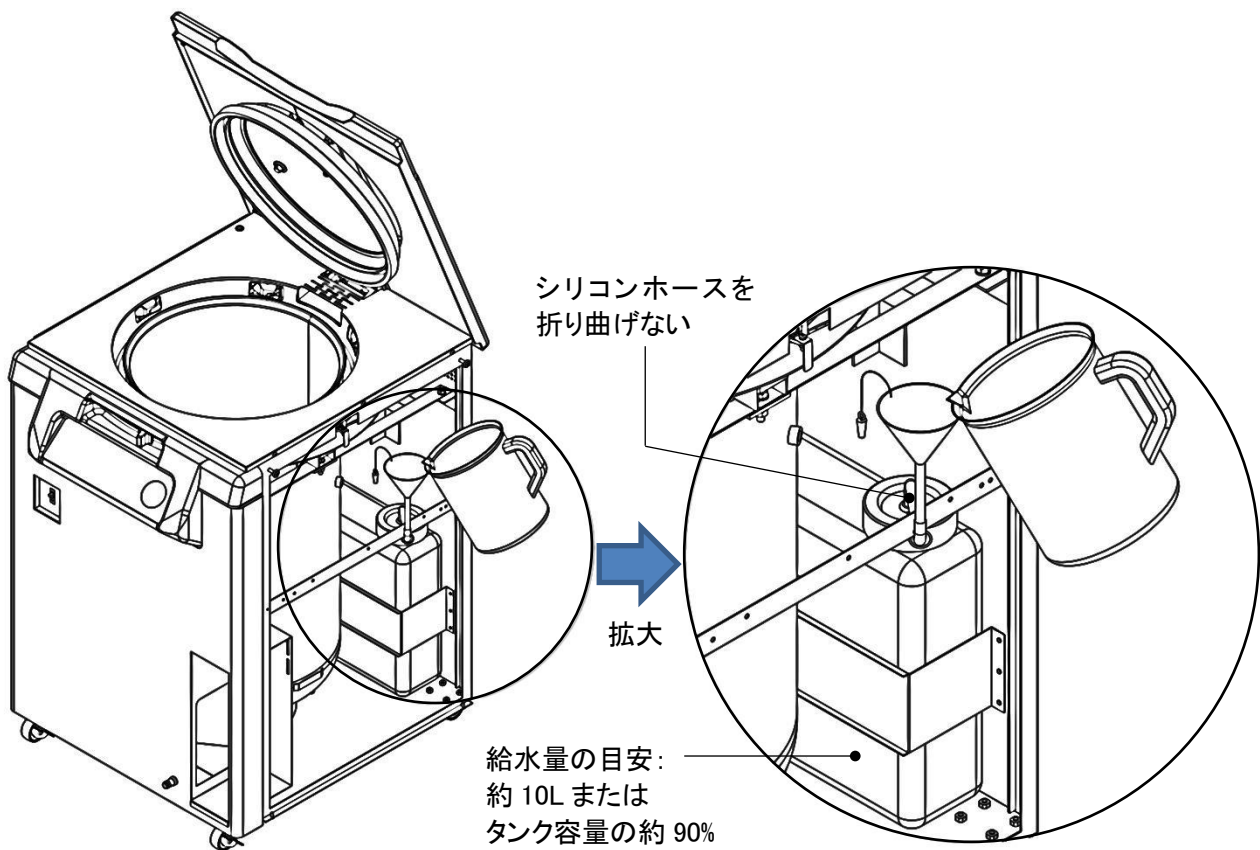

図 2
- ③ シリコンホースを折り曲げないようにして、図2(次のページ)のように給水する。